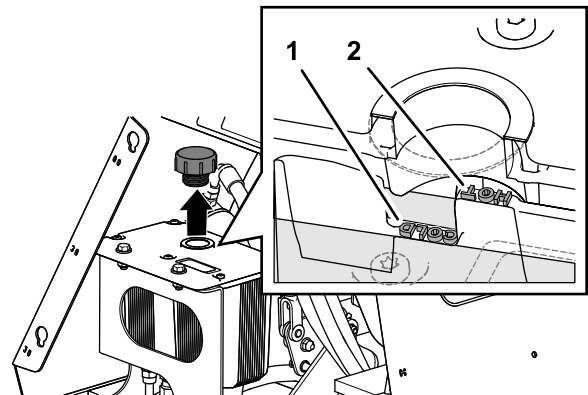

Figura 63
5. Limpie la zona alrededor del tapón del depósito hidráulico (Figura 63).
6. Retire el tapón y compruebe el nivel de fluido hidráulico del depósito (Figura 63).
7. Si es necesario, añada fluido hidráulico del tipo especificado al depósito hasta que el fluido cubra el nivel **Cold** en el tabique (Figura 63).
- Vuelva a colocar el tapón del depósito de fluido hidráulico y apriételo hasta que quede firme (Figura 63).